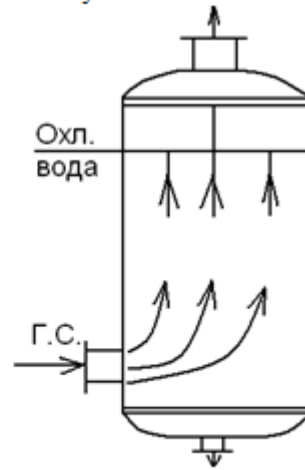

Рисунок 4
4).Рисунок 4 5).Иной вариант ответа